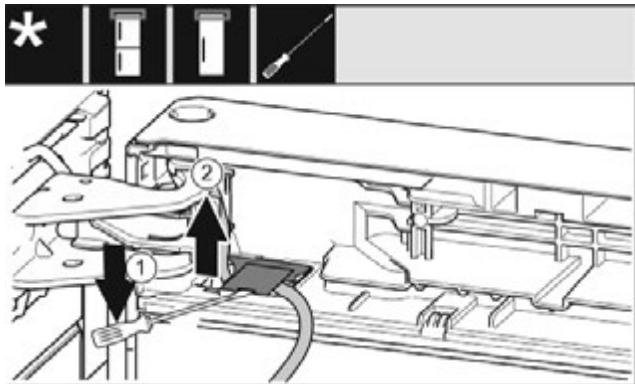

Fig. 17
- З допомогою шліцевої викрутки підняти і витягнути кришку. Fig. 17 (1)
- Витягніть кабель. Fig. 17 (2)